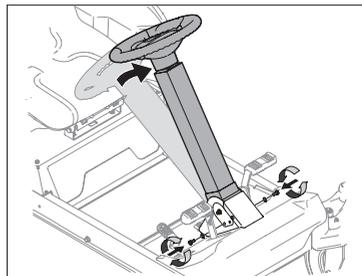

Fig. 04
1. Coloque a coluna do volante em uma das duas posições e fixe-a com parafusos sextavados e arruelas que acompanham o produto, [Fig. 04].